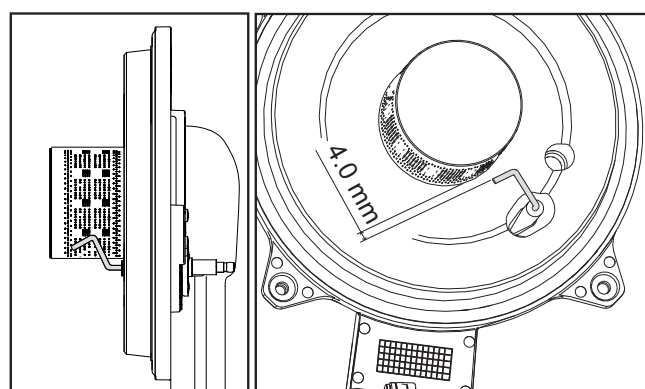

рис. 38
- После закрепления тщательно проверьте расстояние между электродом и горелкой (см. рис. 38).